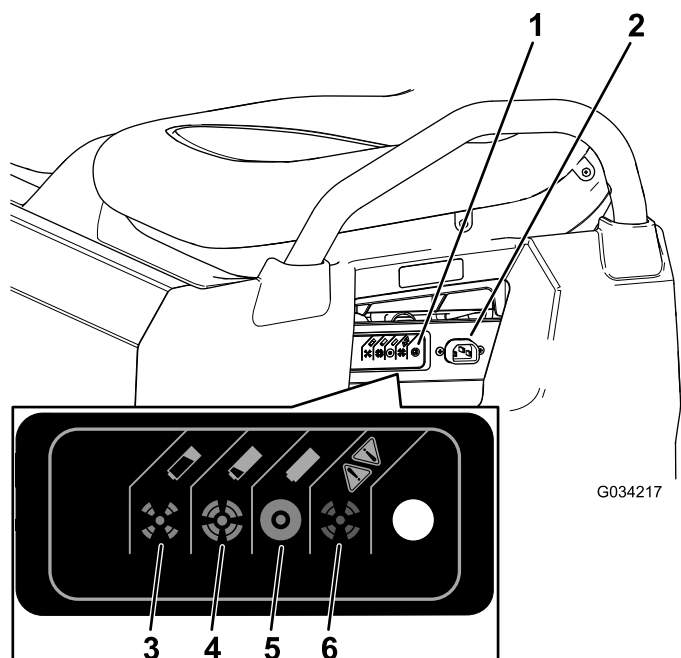

Figura 35
- Collegate un cavo di ricarica calibro **16 (o di diametro superiore)**, da **2,5 m o più corto** alla presa di ricarica sulla macchina (Figura 35).
Fate riferimento alla tabella seguente e Figura 35 per informazioni sui significati dei diversi colori della spia dello stato del caricabatterie.